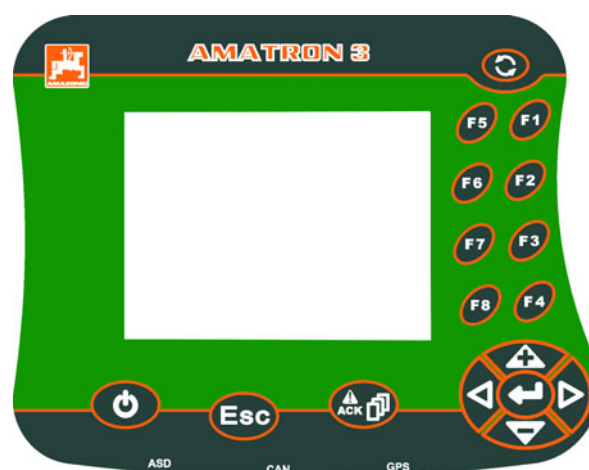

Рис. 151
- 4.1 Нажмите кнопку (Рис. 151/1).